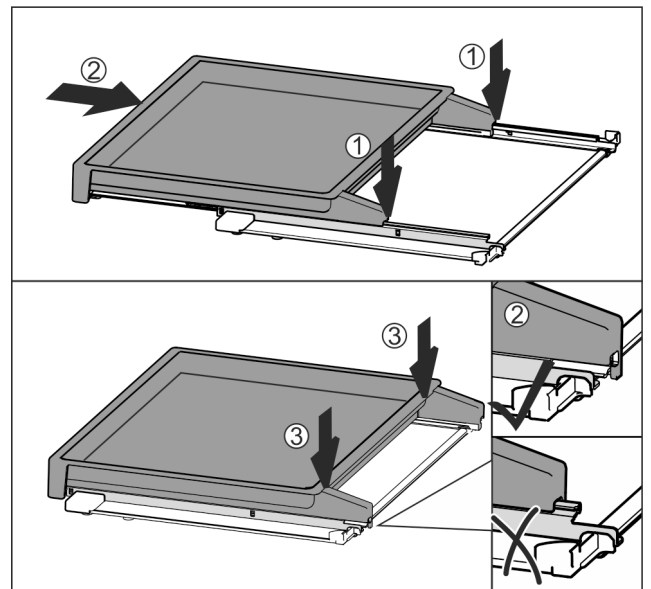

Fig. 44
- ▶ Plateau op het midden van de rails plaatsen Fig. 44 (1).
- ▶ Uitschuifplateau volledig erin schuiven Fig. 44 (2).
- ▶ Tegen de achterkant drukken tot deze hoorbaar vastklikt Fig. 44 (3).